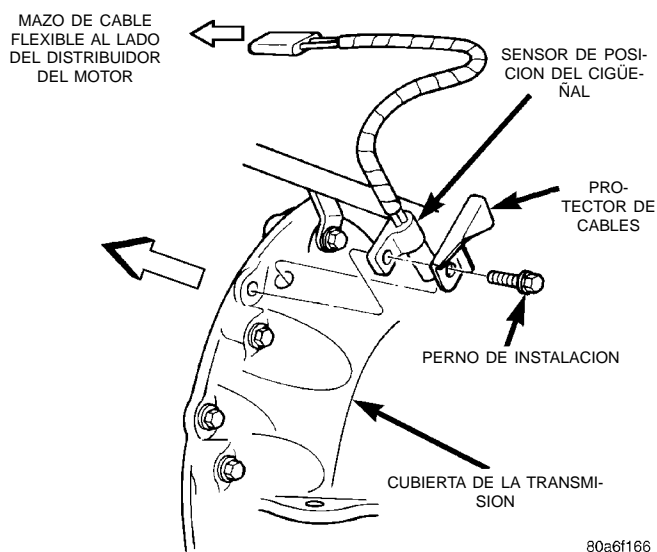

Fig. 31 Sensor de posición del cigüeñal—Motor 4.0L y 6 cilindros
El sensor de posición del cigüeñal está instalado en la cubierta de conversor de la transmisión, situada en el lado posterior izquierdo del bloque del motor (Fig. 31). El sensor está fijado con un solo perno. Sujeto al sensor se encuentra un protector/guía (Fig. 31).
- (1) Instale el sensor al ras contra el área maquinada y en la abertura de la caja de transmisión.
- (2) Emplace el protector del cable del sensor en el sensor (Fig. 31).
- (3) Instale el perno a través del protector del cable y el sensor.
- (4) Apriete el perno de instalación del sensor con una torsión de 7 N·m (60 lbs. pulg.).
- (5) Guíe el mazo de cableado dentro del protector de cable.
- (6) Conecte el conector eléctrico de 3 vías del sensor.